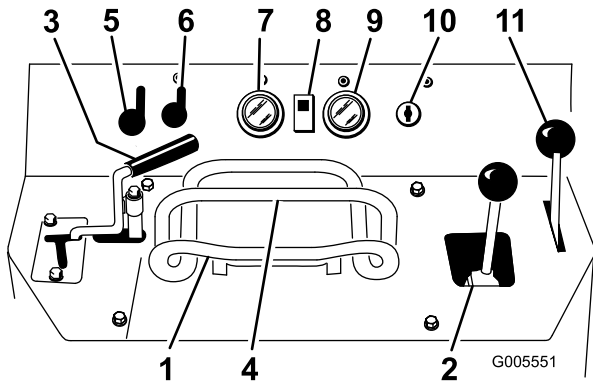
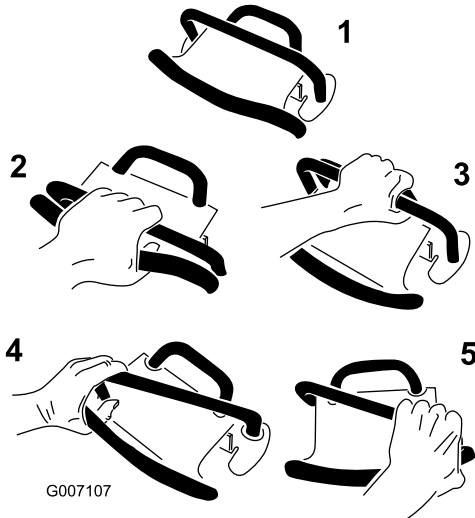

Figure 5
Figure 6
Avant de mettre le moteur en marche et d'utiliser la machine, familiarisez-vous avec toutes les commandes (Figure 5).
- Pour vous déplacer en marche avant, poussez la commande de déplacement en avant (numéro 2 en Figure 6)..
- Pour vous déplacer en marche arrière, tirez la commande de déplacement en arrière (numéro 3 en Figure 6). **Regardez derrière vous et soyez très prudent lorsque vous faites marche arrière et gardez toujours les mains sur la barre de référence (Figure 5).**
- Pour tourner, tournez la commande de déplacement dans la direction voulue (numéros 4 et 5 en Figure 6).
- Pour arrêter la machine, relâchez la commande de déplacement (numéro 1 en Figure 6).